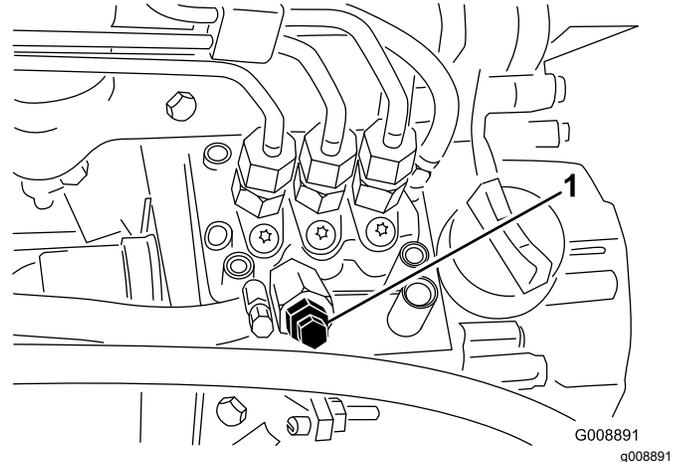

図 42
4. 燃料噴射ポンプについているエア抜きねじ **図 42** をゆるめる。